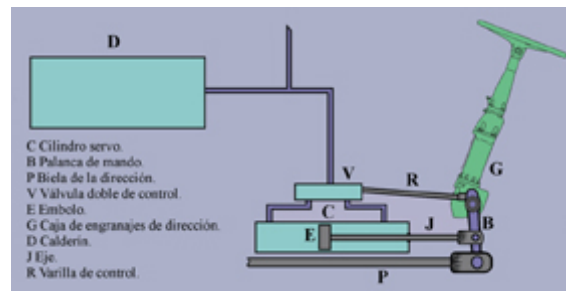

Fig. 23
- **Dirección asistida neumática (fig. 23)**